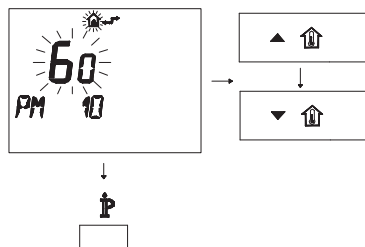

Figura 5.68
- Per modificare il SET programmato agire sui pulsanti ▲ o ▼ e aspettare che il numero programmato cominci a lampeggiare (Figura 5.68).